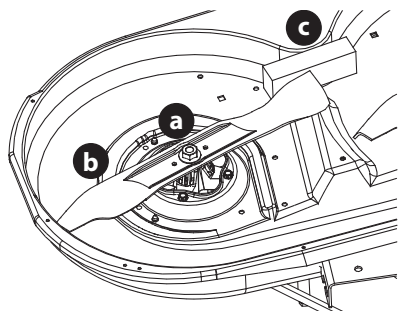

Figure 58
2. Placer une cale en bois (c) entre le carter du plateau de coupe et le tranchant de la lame (b) pour aider à débloquer l'écrou hexagonal (a) qui fixe la lame (b). Utilisez une clé de 15/16 po pour desserrer l'écrou hexagonal (a) (Figure 58).